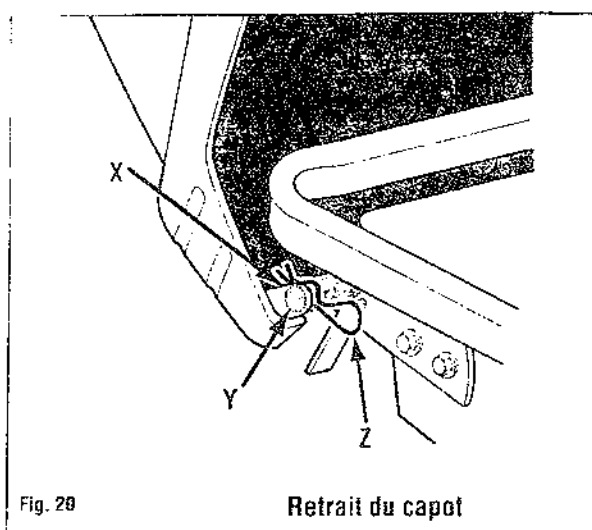

Fig. 20
Ouvrez le capot. Sur le côté gauche du tracteur retirez l'épingle (Z, fig.20). Poussez le pivot (Y) à l'intérieur du châssis jusqu'à ce qu'il ne retienne plus le capot. Débranchez le faisceau de câbles des phares. Retirez le capot.